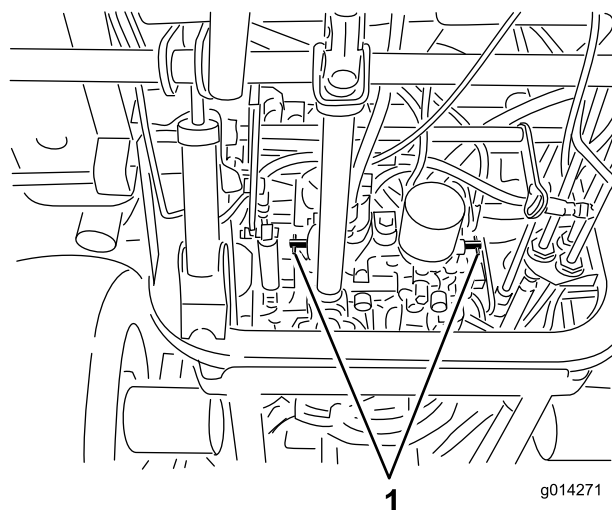

Figura 27
4. Gire las válvulas de desvío una vuelta en el sentido contrario a las agujas del reloj (Figura 27).
Gire cada válvula de desvío una vuelta en el sentido de las agujas del reloj y apriételas a mano (apriete de 8 N-m) aproximadamente (Figura 27).